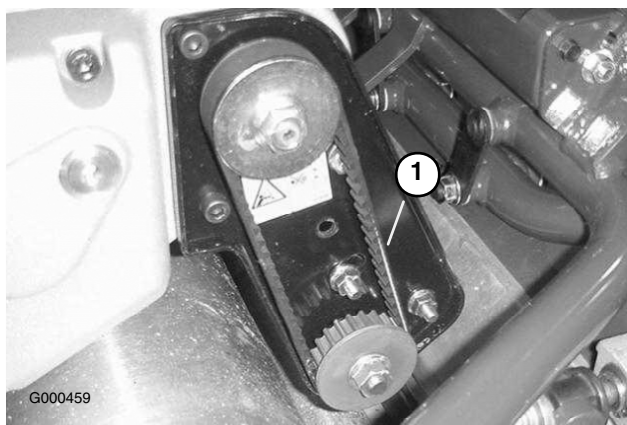

Figure 35
2. Contrôlez la tension de la courroie en exerçant une force de 4 ± 1 livres à mi-distance entre les poulies (Figure 35). La courroie doit présenter